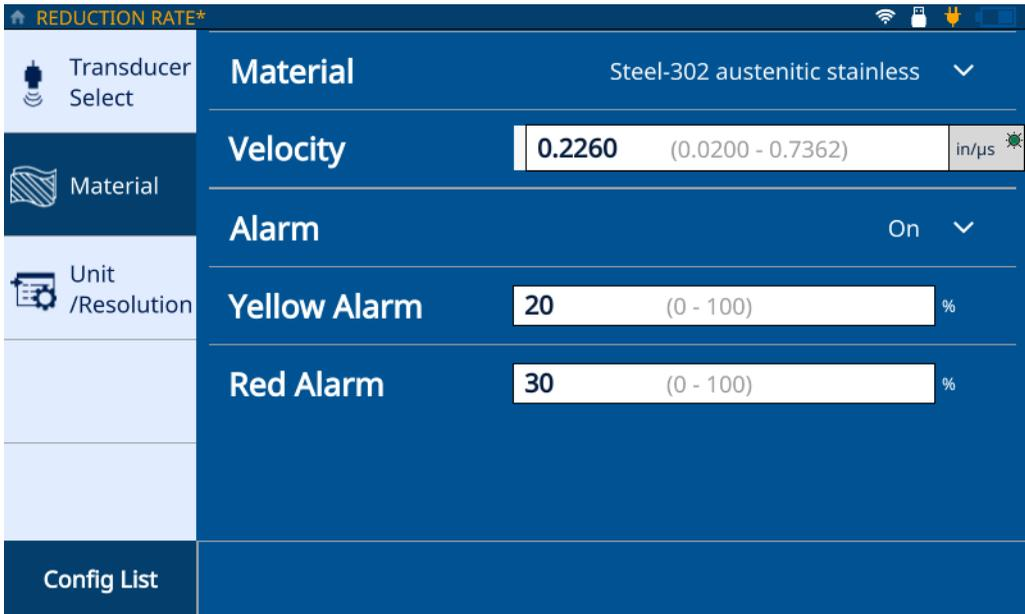

Abbildung 2-6 Material Registerkarte im Reduction Rate Fenster
8. Wählen Sie die **Material** Registerkarte (siehe Abbildung 2-6 auf Seite 23) und wählen Sie dann Ihr Material aus der Dropdown-Liste aus. Das Messgerät aktualisiert die Geschwindigkeit automatisch basierend auf dem ausgewählten Material.